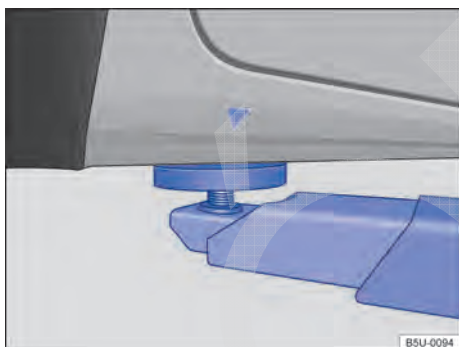
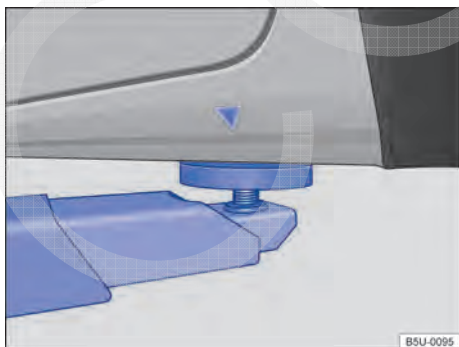

Fig. 149 Pontos de apoio dianteiros para a suspensão com plataforma elevatória ou com macaco.
Fig. 150 Pontos de apoio traseiros para a suspensão com plataforma elevatória ou com macaco.
O veículo deve ser suspenso somente pelos pontos indicados nas figuras → Fig. 149 e → Fig. 150. Se o veículo não for suspenso pelos pontos indicados, podem ocorrer danos no veículo →  e ferimentos graves → .
- Suspender o veículo somente pelos pontos indicados nas figuras → Fig. 149 e → Fig. 150. Se o veículo não for suspenso pelos pontos indicados, o veículo poderá cair da plataforma elevatória quando, por exemplo, o motor ou a suspensão for desmontado.